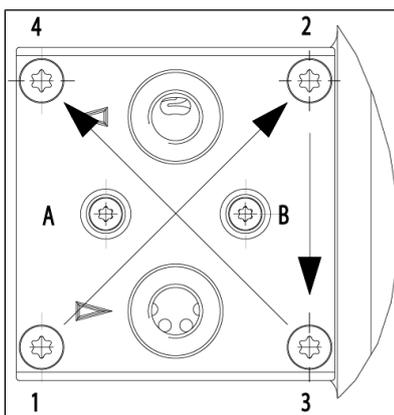

Abb.6 Kopfschrauben anziehen
1. Entfernen Sie die Ventilplatten/Dichtungen (12) von der Zwischenplatte (6).
2. Prüfen Sie die Ventilsitze, Zwischenplatte (6) und Kopfdeckel (5) auf Verunreinigung und Beschädigung. Reinigen Sie die Teile ggf.
4. Legen Sie die neue Ventilplatten/Dichtungen (12) in die Ventilsitze der Zwischenplatten (6) ein.
5. Setzen Sie den Kopfdeckel (5) entsprechend der Filzstiftmarkierung auf die Zwischenplatte.
6. Prüfen Sie die Zentrierung des Kopfdeckels (5) durch leichte seitliche Bewegung.
7. Verbinden Sie Kopfdeckel (5) und Zwischenplatte (6). Schrauben Sie dazu die Schrauben (3; Abb. 6: A + B) mit Tellerfeder (11) und Passscheiben (10) ein, bis der Schraubenkopf flächig aufsitzt, d. h. gerade bis zum ersten Widerstand. Bringen Sie auf das Gewinde der Schrauben ein wenig Schraubensicherungsmittel auf (Loctite 222 oder vergleichbares Produkt).
2. Setzen Sie die Druckplatte (4) entsprechend der Filzstiftmarkierung auf den Kopfdeckel.
3. Schrauben Sie die Schrauben (1) mit Tellerfeder (11) ein und ziehen Sie diese entsprechend der Reihenfolge 1-2-3-4 (siehe Abb. 6) über Kreuz mit 1 Nm leicht an.
5. Ziehen Sie die Schrauben (1) mit Tellerfeder (11) entsprechend der Reihenfolge 1-2-3-4 (siehe Abb. 6) über Kreuz fest. Anziehdrehmoment: 2,1Nm.
6. Ziehen Sie anschließend die Schrauben (3; Abb. 6: A + B) mit einer weiteren Viertel Umdrehung an (Anziehdrehmoment 30 Ncm) und bringen Sie die Schraubenabdeckungen (2) an.